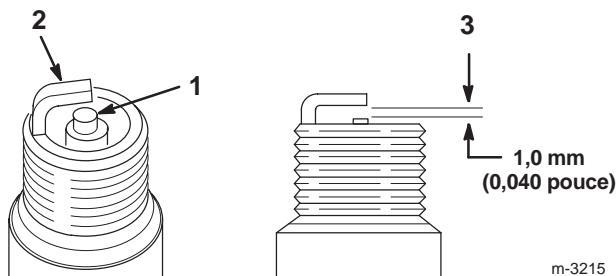

Figure 37
1. Inspectez le centre des bougies (Fig. 37). Si le bec de l'isolateur est recouvert d'un léger dépôt gris ou brun, le moteur fonctionne correctement. S'il est couvert d'un dépôt noir, c'est généralement signe que le filtre à air est encrassé.
2. Contrôlez l'écartement entre l'électrode centrale et l'électrode latérale (Fig. 37). Courbez l'électrode latérale (Fig. 37) si l'écartement est incorrect.